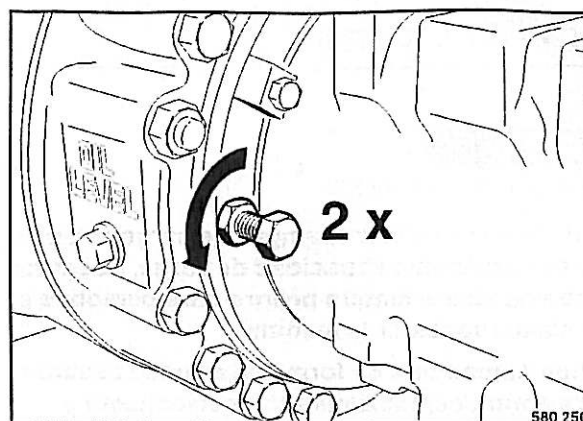

Fig. 63
- Desenroscar los tornillos para soltar el freno (Fig. 63) por dos vueltas y apretar las contratuercas.